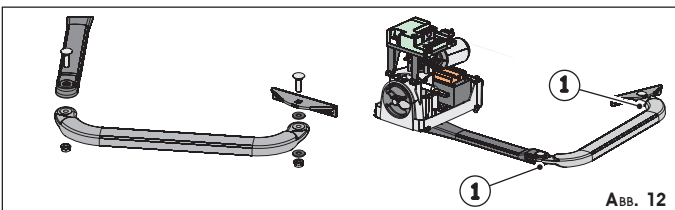

Abb. 12
⑦ Den restlichen Arm gemäß Darstellung in Abb. 12 zusammenbauen.
Für den einwandfreien Betrieb müssen die beiden Befestigungsschrauben (Abb. 12, Bez. ①) fest gezogen und dann um etwa 1/2 Drehung gelockert werden, um die reibungsfreie Drehung der Arme zu ermöglichen.